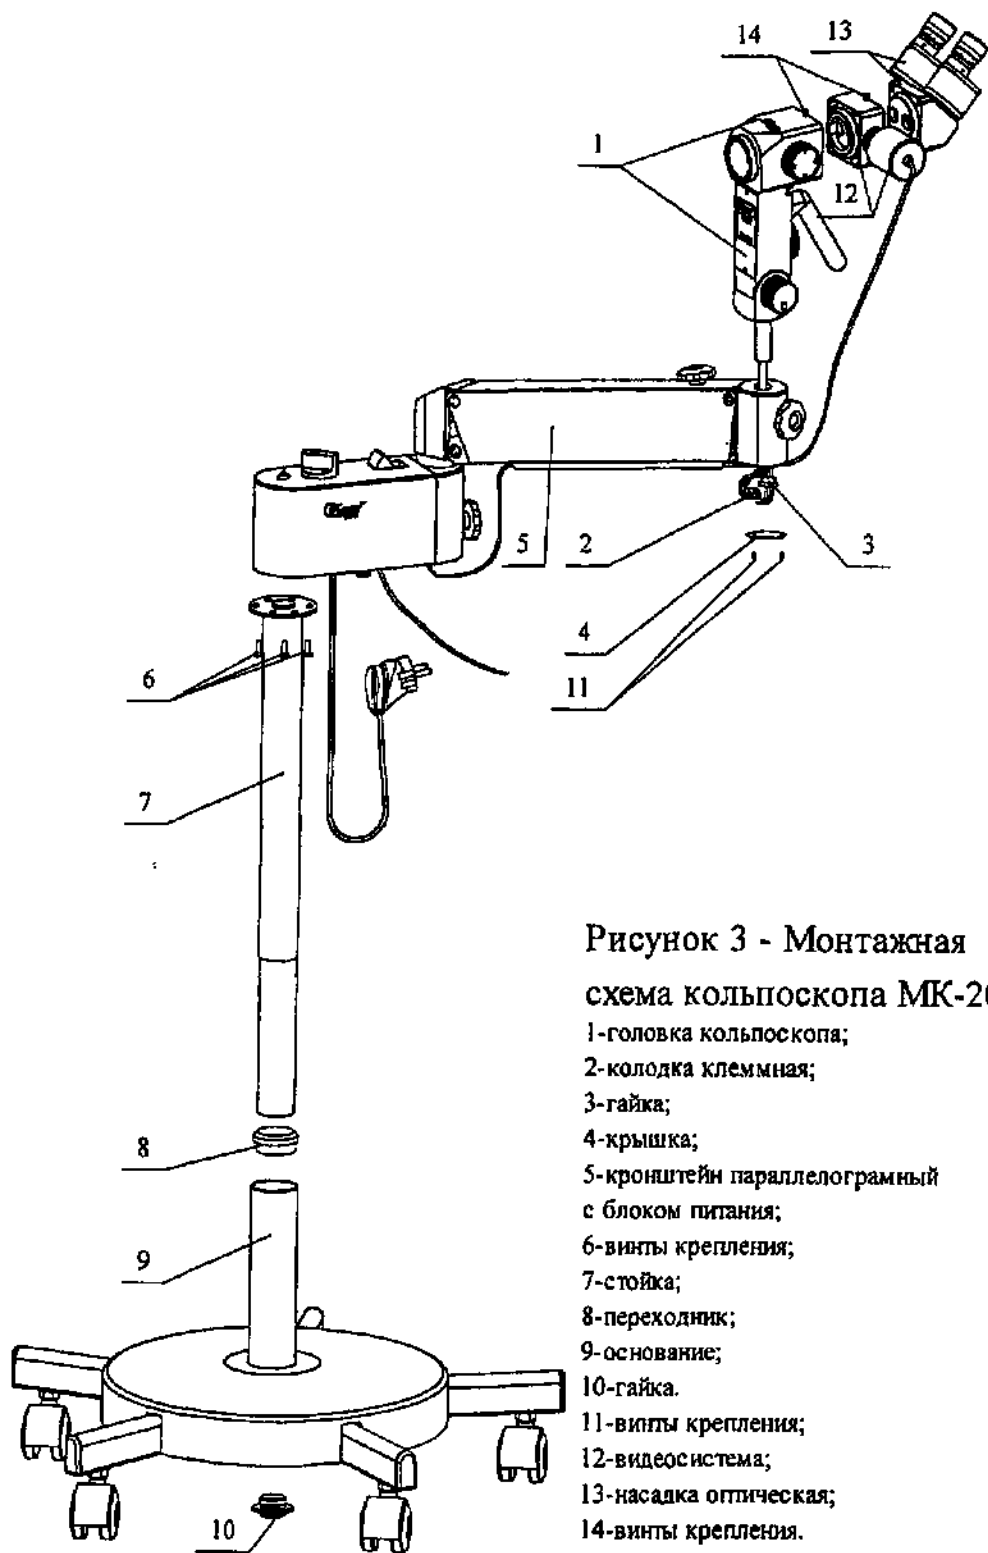

Рисунок 3 - Монтажная
6.2 Собрать напольный штатив, для чего : установить стойку 7 с переходником 8 (рисунок 3) в основание 9 и закрепить её с помощью гайки 10.
6.6 Установить видеосистему между оптической головкой 1 и насадкой оптической 13 (см. рис. 3), выкрутив предварительно стопорные винты 14.